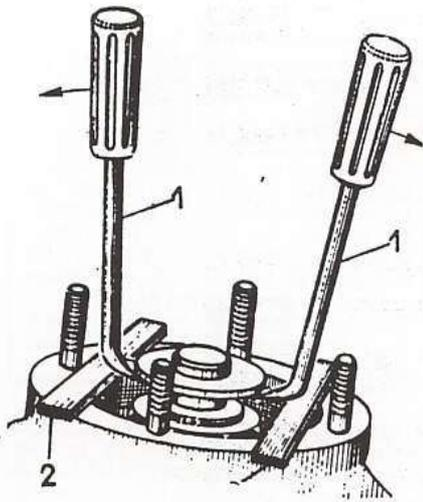
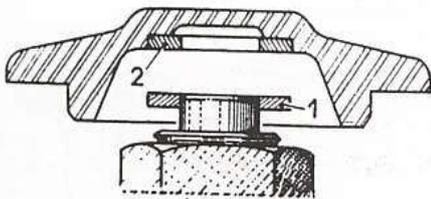

Fig. 61. — Dépose de la fausse rondelle de butée
Fig. 62. — Extrémité du démultiplicateur
- Placer la piste de butée (1) (fig. 62) sur l'extrémité du démultiplicateur.
- Déposer la piste de la butée avec 2 crochets (1) (fig. 61) prenant appui sur 2 fers plats (2).
- Nettoyer la portée des rondelles de calage, vérifier l'état des cales épaisseur (A) (bavures) et les mettre en place. Présenter la piste (1) face rectifiée en dessus, le chapeau de roulement avec sa bague (2). **Ne pas utiliser la butée à aiguilles**, poser les 4 écrous et bloquer diamétralement. Vérifier le jeu de l'arbre démultiplicateur et retoucher, s'il y a lieu; le jeu doit être gras.
- Déposer le chapeau de roulement et retirer la bague de réglage (2) (fig. 62), mettre de côté, en réserve, les rondelles de calage du roulement.